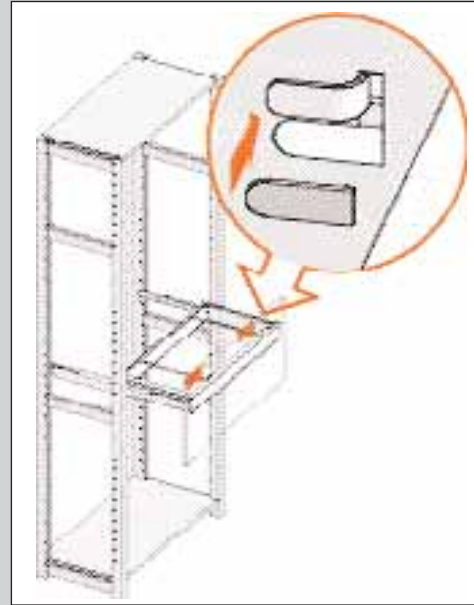

ABBILDUNG 31
9. Sichern Sie die vorderen Laschen mit den mitgelieferten schwarzen Kapfen (siehe Abb. 31).